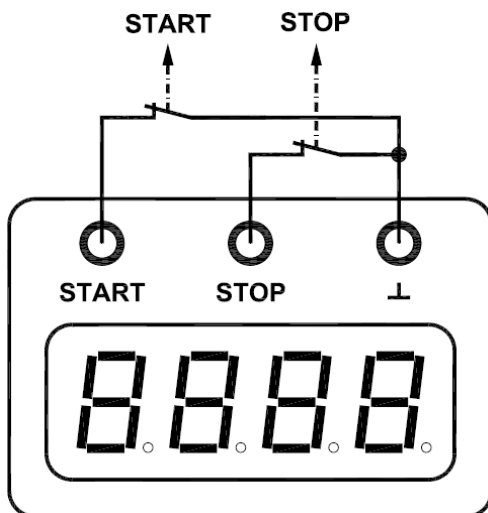

Fig. 1 Schematischer Schaltplan der Eingänge
- Beide Eingänge mit Öffnern beschalten. (siehe Fig. 1)